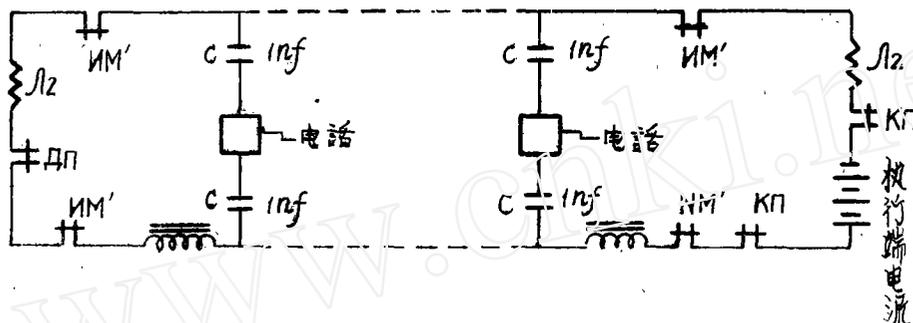

图 4
5. 原有遥测量执行端发通讯时, 执行端КП启动, 使之两端 π_2 同时启动, 其电源由执行端装置电源供给。回路情况如图4